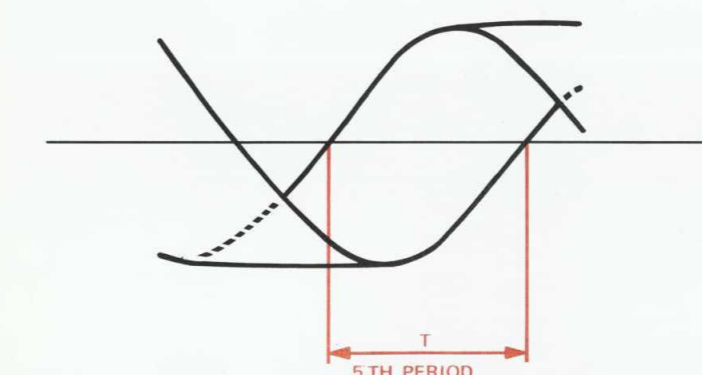

Fig. 2
- Vergroot met de "DELAYED TIMEBASE" de vijfde periode T (zie Fig. 2) en meet de "deviation".